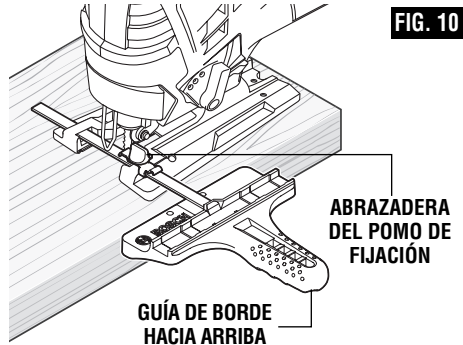

FIG. 10
Este accesorio JA1010 se encuentra disponible a un costo adicional. Se utiliza para cortes recto y circular rápidos y precisos (Fig. 10).
1. Introduzca la barra de la guía a través de la abrazadera del pomo de fijación y luego a través de las ranuras provistas en el pie, desde cualquiera de los lados de dicho pie, con la guía de borde orientada hacia ARRIBA (Fig. 10).
2. Enganche la abrazadera del pomo de fijación sobre el borde de la placa-base, ajuste el tope-guía a la anchura deseada y apriete firmemente la abrazadera del pomo de fijación (Fig. 10).